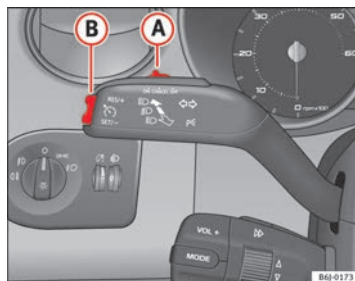

Fig. 121 Levier des clignotants et des feux de route : commande et touche basculante pour régulateur de vitesse
- Appuyez sur la partie supérieure de la touche à bascule **RES** ⇒ fig. 121 **A** pour augmenter la vitesse. Tant que vous maintenez enfoncée la commande à bascule, le véhicule accélère. Lorsque vous lâchez la commande à bascule, la nouvelle vitesse est mémorisée.
Si vous diminuez la vitesse mémorisée en appuyant sur la pédale de frein, le régulateur se désactive. Vous pouvez réactiver le régulateur en appuyant une seule fois sur la partie supérieure **RES+** de la commande à bascule $\Rightarrow$ fig. 121 **(B)**.